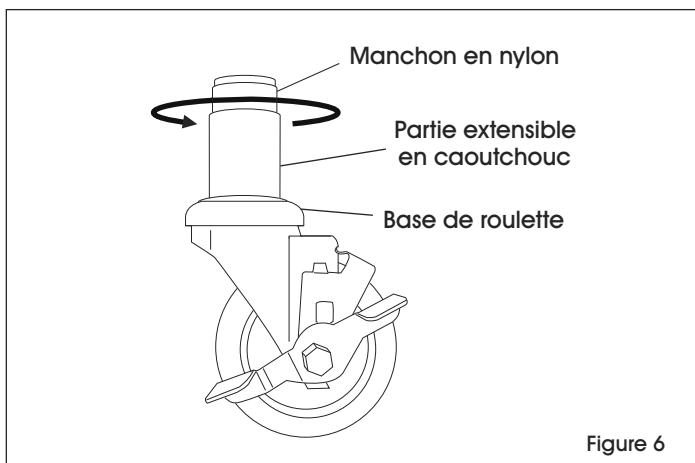

Figure 6
2. Tenez la base de la roulette et faites tourner le manchon en nylon dans le sens horaire. Ceci permettra à la partie en caoutchouc de s'élargir. (Voir Figure 6)